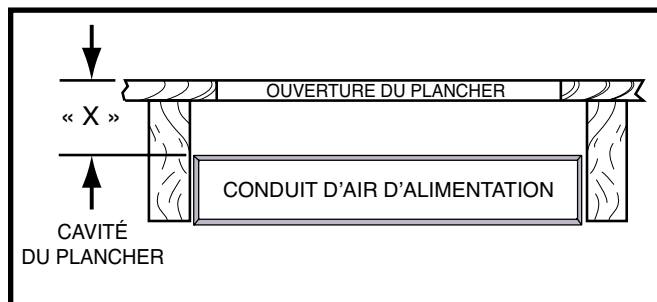

Figure 10. Cavity du plancher
4. Mesurez la distance entre le dessus du plancher et le dessus du conduit d'alimentation en air pour obtenir la profondeur de la cavité du plancher. **REMARQUE** : La profondeur de l'ouverture dans le plancher montrée par un « X » dans la Figure 10 \(page 9\) détermine le connecteur de conduit qui convient.